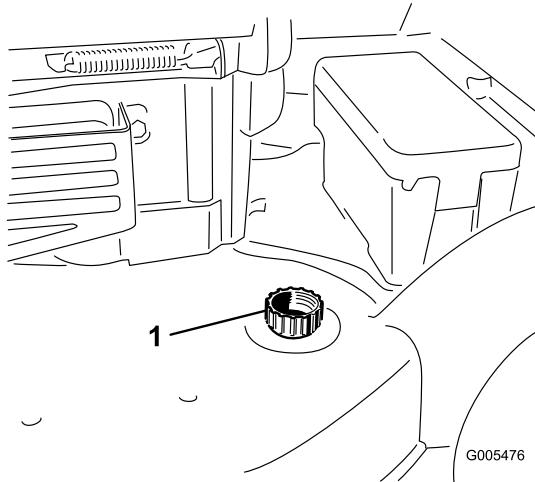

Figure 43
- Branchez un tuyau d'arrosage, relié à une arrivée d'eau, au raccord de lavage du carter de la tondeuse (Figure 43).